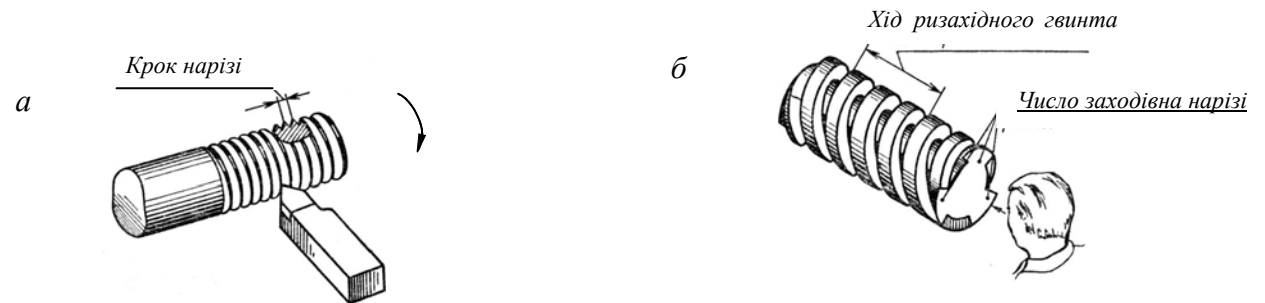

Рис. 2.96. Параметри нарізі
Нарізь – це елемент деталі, утворений вирізанням частини тіла деталі різцем спеціального профілю або іншим різучим інструментом під час його переміщення вздовж циліндричної або конічної поверхні, яка обертається (рис. 2.96, а, 2.99).
Крок нарізі (P) – це відстань між відповідними точками (виступів чи канавок) двох сусідніх витків, вимірювана паралельно осі нарізі (рис. 2.96, а).
Хід нарізі (t) – це відносне осьове переміщення деталі з наріззю (гвинт з нерухомою гайкою чи гайка з нерухомим гвинтом) за один оберт (рис. 2.96, б), при цьому $t = n \times P$, де n – число заходів нарізі.